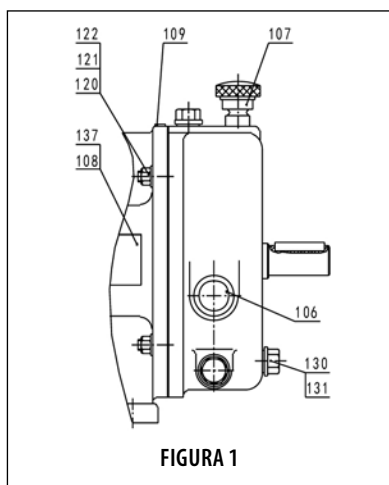

FIGURA 1
Vedere figura 1. Svitare il tappo di scarico (130), allentare il filtro dell'aria (107) e scaricare l'olio lubrificante dalla scatola di trasmissione (04). Raccogliere l'olio lubrificante in un contenitore adatto. Sollevare la scatola di trasmissione (04) dopo aver rimosso i dadi di bloccaggio (121).